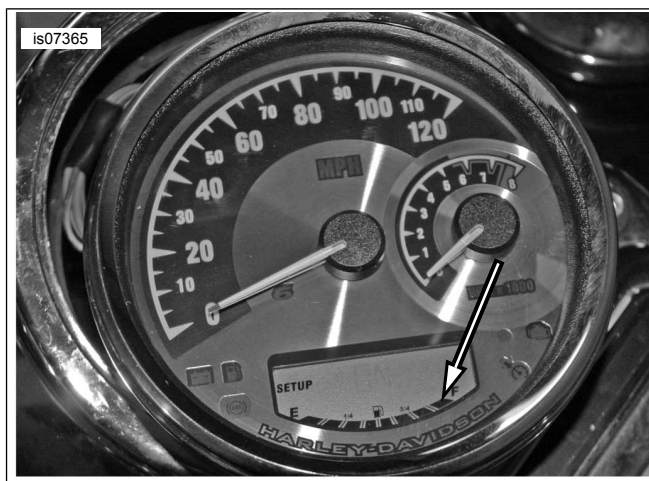

Figure 4. Configuration d'affichage du niveau de carburant
7. Mettez le contacteur d'allumage sur ON. Consultez Figure 4 . L'indicateur affiche rapidement le pourcentage de copie terminée. Ensuite, l'indicateur affiche « CHECK » et enfin « OK ». Le mot « OK » s'affiche une fois le processus de copie réussi.
1. Consultez Figure 4 . Appuyez sur le bouton de réinitialisation du trajet et maintenez-le enfoncé. Régler le contacteur d'allumage à ACC. Puis, relâchez le bouton de réinitialisation du trajet. L'indicateur affiche le mot « SETUP » et indique le niveau de carburant.